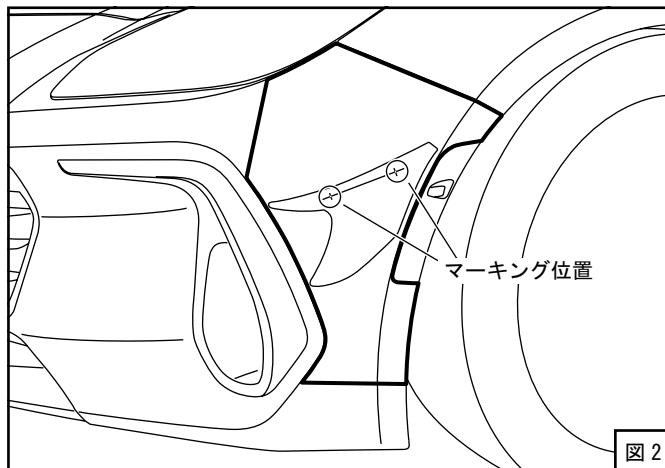

図 2
- (2) 切り出した型紙 LH を図 2 のようにフロントバンパーに合わせ、マスキングテープ等で仮止めしてください。(図 2)
- (3) 型紙 LH の 2 箇所にはポンチ等でフロントバンパーにマーキングしてください。(図 2)
- (4) 型紙 LH を剥がし、マーキングした 2 箇所に $\phi 5$ 穴を開けてください。